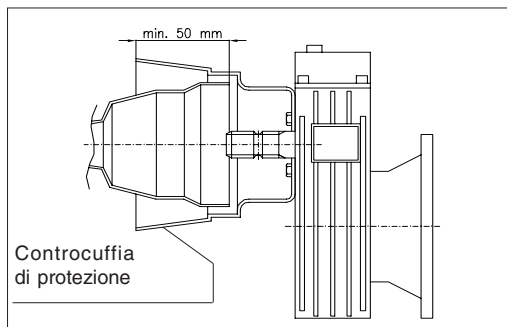

fig. 1
- a) la contro cuffia di protezione (fig.1) sia presente integra e ben fissata. La contro cuffia deve coprire la protezione del giunto cardanico per almeno 50mm e deve impedire il contatto accidentale delle mani con organi in movimento.